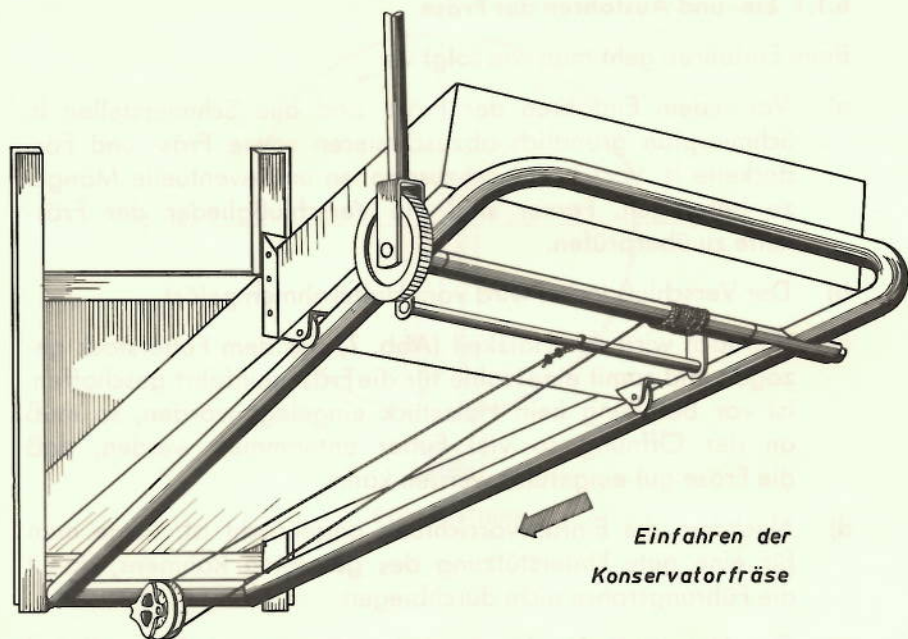

Abb. 9
- f) Das Auflegen des Drahtseiles erfolgt nach Abb. 9.